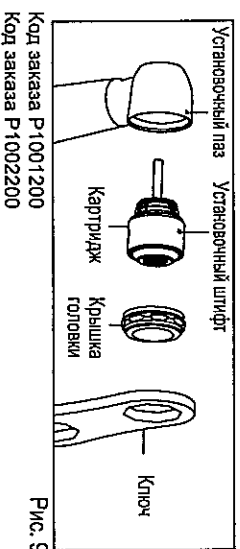

Рис. 9
- 6) Установите крышку головки и надежно прикрутите ее по часовой стрелке на место (Рис.9)